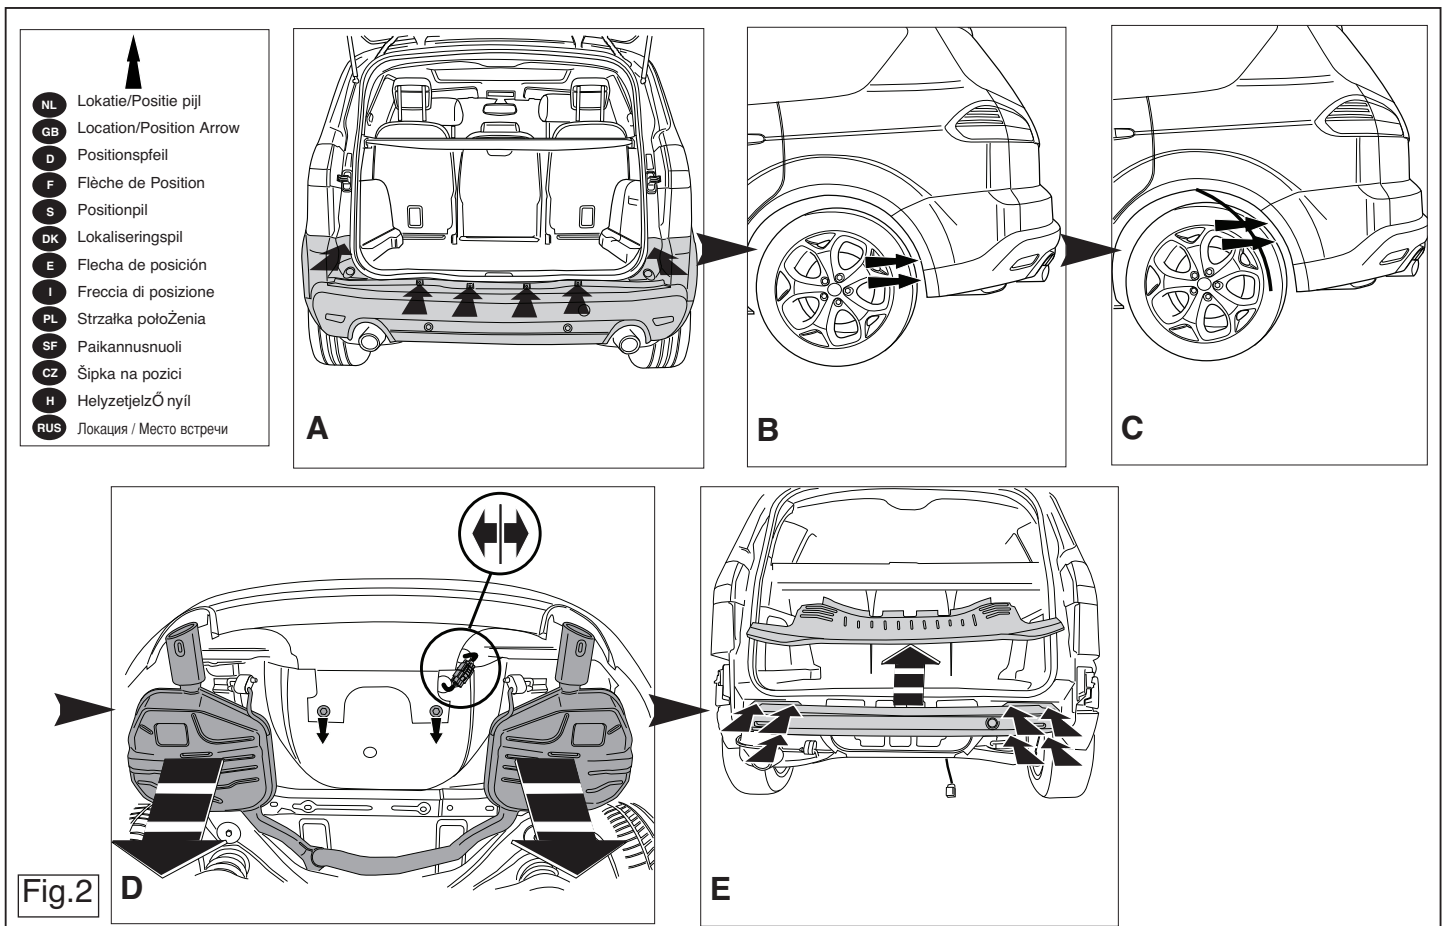

Fig.2
2. Remove the bumper and the steel buffer beam from the vehicle. The buffer beam will no longer be needed. Replace the bolts. See figure 2.
2. Die Stoßstange einschließlich des stählernen Stoßbalkens vom Fahrzeug abmontieren. Der Stoßbalken wird nicht mehr benötigt. Die Schrauben wieder anbringen. Siehe Abbildung 2.
2. Déposer le pare-chocs du véhicule y compris la traverse en acier : la traverse ne sera plus utilisée. Remettre les boulons de fixations en place. Voir la figure 2.
- ver overflødig. Sæt bolte på plads igen. Se fig. 2.
- Снять бампер вместе со стальным буферным брусом автомобиля; буферный брус больше не понадобится. Поставить болты на место. См. рисунок 2.